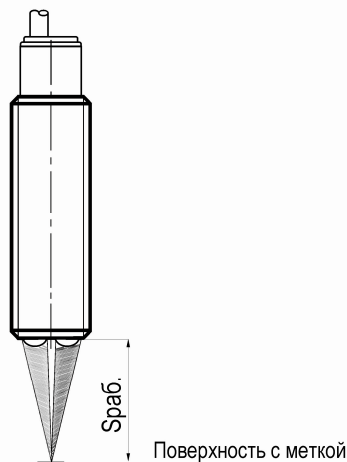

Рисунок 2
- Установить датчик так, чтобы оптическая ось датчика была перпендикулярна поверхности с контролируемыми метками. При этом расстояние S между плоской частью чувствительной поверхности датчика и поверхностью с метками (рис.2) должно быть в диапазоне $S_{раб}$.